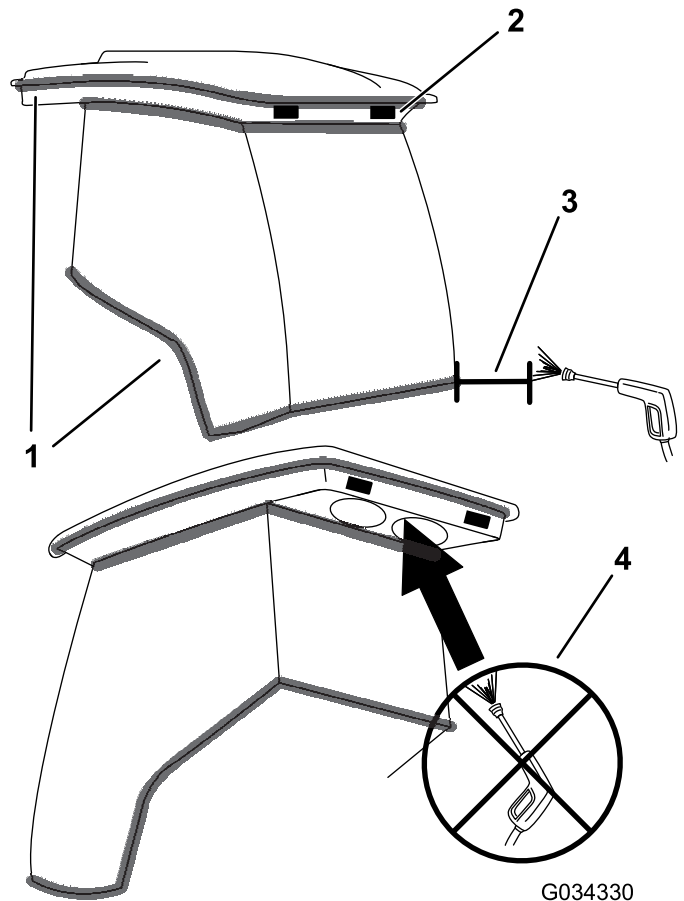

図 134
**重要** キャブのシール部分とライト部分に注意してください (図 134)。圧力洗浄機を使用する場合は、洗浄機のノズルをキャブから少なくとも 60cm 離して洗浄してください。キャブのシール部分、ライト、後部のオーバーハングに高圧洗浄機の水を直接吹き付けしないでください。